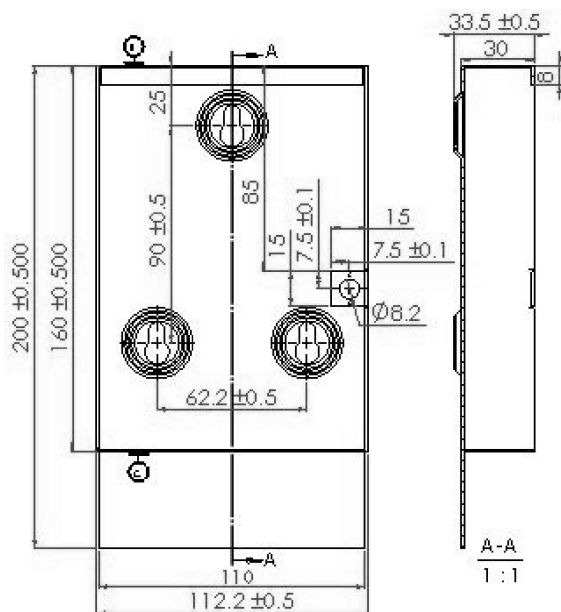

图 10-65 工程图中基准特征符号标注
- 16 在图形区域中单击以放置附加项，然后放置该符号，根据需要继续插入基准特征符号，如图 10-65 所示。